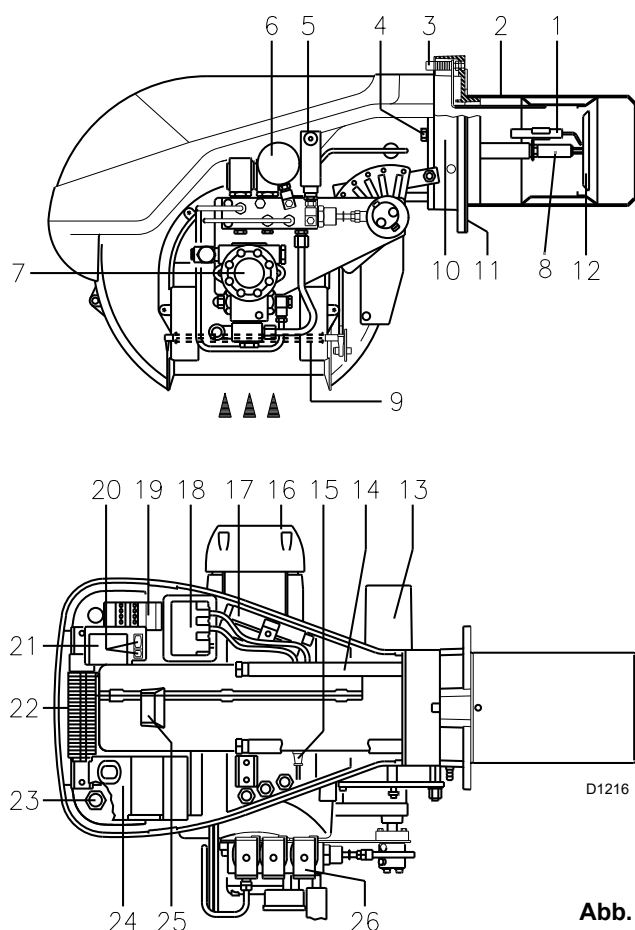

Abb. 1
Störabschaltung des Gerätes: Das Aufleuchten des Druckknopfes des Gerätes 24)(Abb. 1) weist auf eine Störabschaltung des Brenners hin.
Störabschaltung des Motors: Entriegelung durch Drücken auf den Druckknopf des Wärmerelais 19)(Abb. 1).
(1) Flammrohr: kurz - lang
- 4 - Verlängerungen 17)(Abb. 1) für Gleitschienen 14)(Abb. 1) (Modelle mit 385 mm Flammrohr)